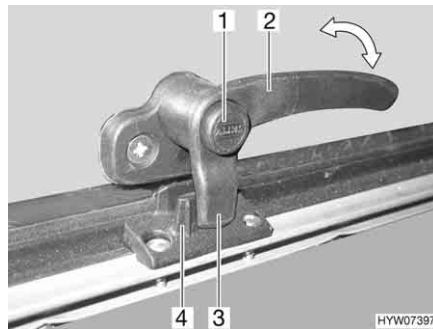
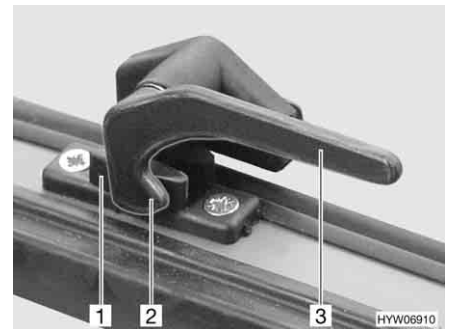

Bild 87 Låsarm med låsknapp i läget "stängd"
Bild 88 Låsarm i läget "stängd"
- Tryck på låsknappen (Bild 87,1) om sådan finns och håll den nedtryckt.
- Vrid alla låsarmer (Bild 87,2 eller Bild 88,3) ett kvarts varv mot luckans mitt.
- Vrid alla låsarmar (Bild 87,2 eller Bild 88,3) ett kvarts varv mot ramen. Låsspaken (Bild 87,3 eller Bild 88,2) sitter på insidan av lucklåset (Bild 87,4 eller Bild 88,1).
- I läget "helt stängt" (Bild 87 och Bild 88)